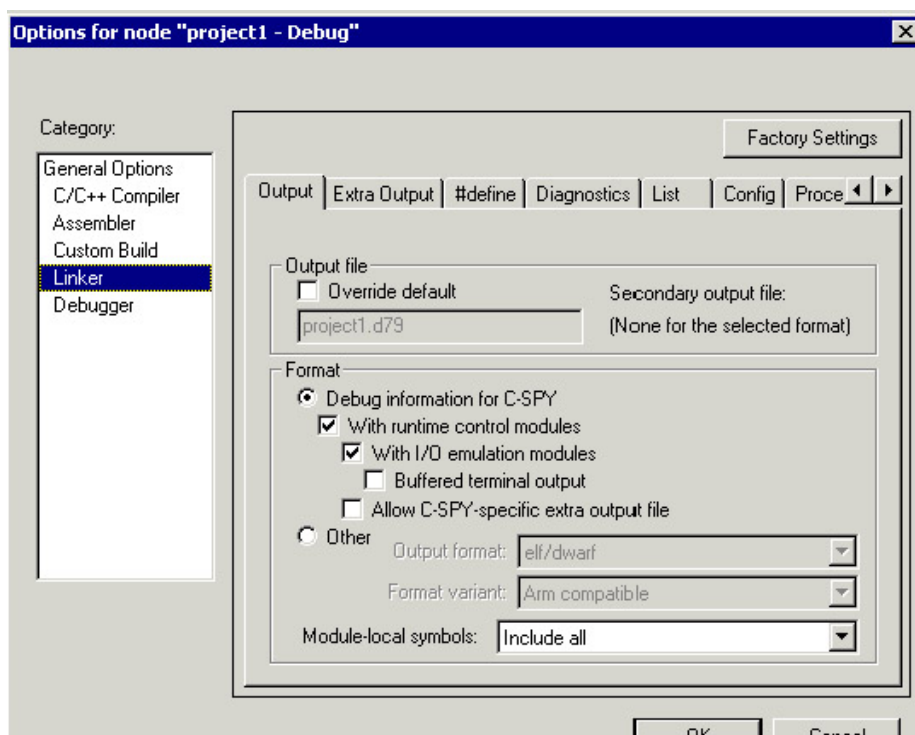
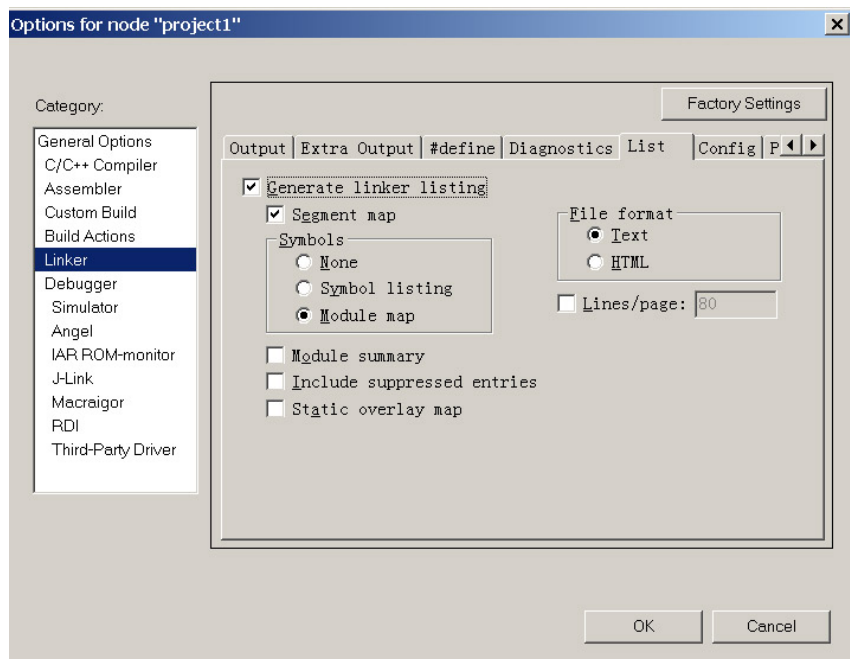

图 9. XLINK 参数选件窗口
图 10. XLINK 选项中的 list 页面
- ① 先选中 Workspace 窗口中的 Project1 – Debug，然后选择主菜单 Project > Options，弹出 Options 对话框，见图 9。在左边的 Category 中选择 Linker，显示 IAR XLINK 的各选项页面。
在 list 页面中选择 Generate Linker listing 和 Segment map（见图 10）。允许生成存储器分配 MAP 文件。
本例使用缺省的连接器命令文件，请见图 9 或图 10 中的 Config 页面。